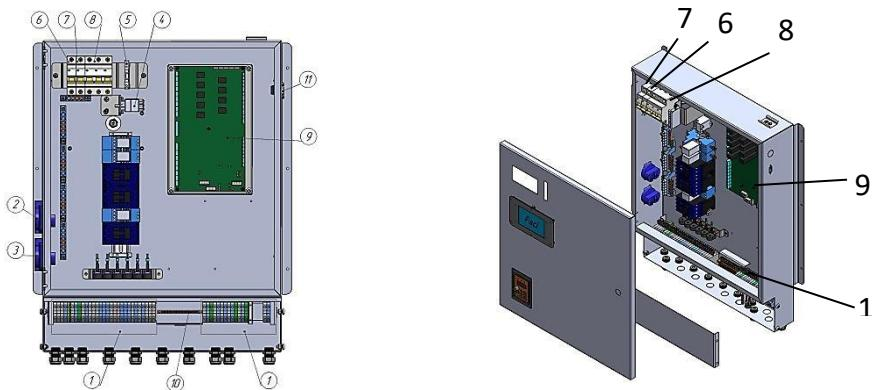

РИС. 24
- 1) Выставляем корпус котла на ровную, очищенную от мусора поверхность, учитывая расстояния от препятствий при монтаже (см. рис. 24).
- 2) Горелка для FSS 386 (455) является съемной.